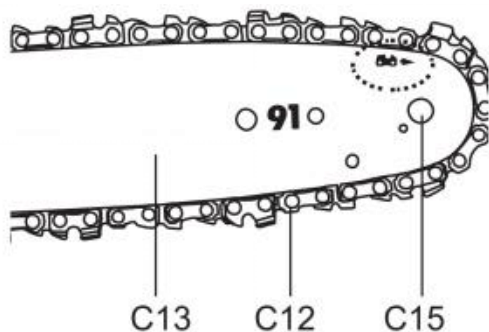

Fig. 11
7) Sågkedjans rörelse är enligt pilen (fig. 11). Se till att sågkedjan (C12) är korrekt placerad över kedjehjulet (C15) på svärdet (C13). (Bild 11)